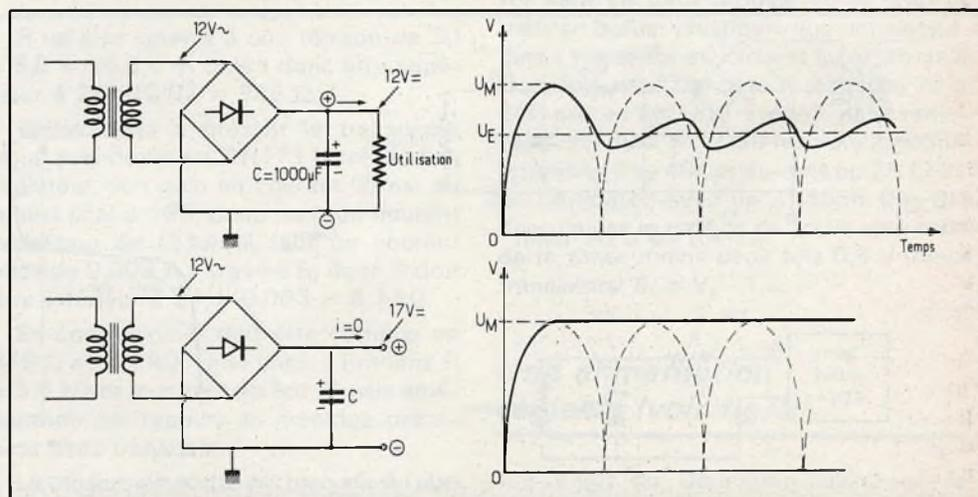

Fig. 3. - Une alimentation filtrée qui ne débite pas, fournit une tension continue égale à la tension de crête.
C'est le rôle du gros condensateur qui suit le pont de diodes. C'est un amortisseur qui va restituer du courant emmagasiné au circuit pendant les instants où le redresseur n'en fournit pas. Nous obtenons une tension filtrée ayant la forme de la **figure 3**, et que l'on peut assimiler à une tension continue égale à la tension efficace du courant alternatif qui l'a créée : du 6 alternatif fournit du 6 V continu.
Revenons à la figure 3 et à cette indésirable fluctuation de tension qu'on appelle « ronflement » ou « bruit de fond » : si cette alimentation est destinée à un réseau de trains électriques (miniatures...) cela a peu d'importance, mais s'il s'agit d'un amplificateur Hi-Fi ou d'un bloc secteur pour radio c'est une catastrophe et il faut améliorer le filtrage. Si vous mettez un condensateur deux fois plus fort le bruit de fond sera deux fois plus faible (à intensité égale), aussi il est plus rentable d'avoir recours à un filtre en PI (TC), constitué de deux condensateurs identiques séparés par une résistance ou mieux par une forte self, voir figure 4. Une formule empirique recommande que le produit de R en Ω par C en Farad doit être supérieur à 0,1. Ainsi avec deux 1 000 μ F on trouve R égal ou supérieur à 100 Ω .